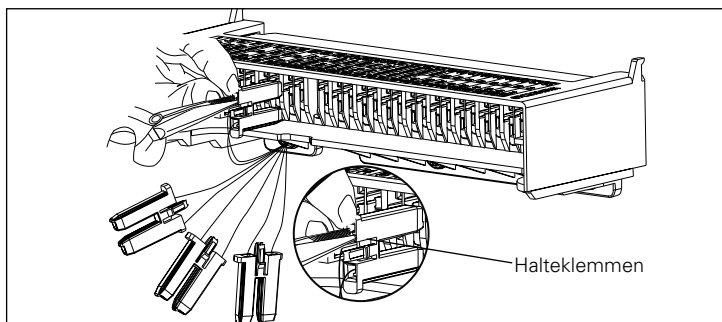

Abbildung 37. Entfernen eines Verbindungssteckers.
2. Die Verbindung zu den Steuerleitungsanschlüssen wird hergestellt, indem die Verbindungsstecker in einem Steuerleitungsanschlussblock eingesteckt werden. Ein verbundener Verbindungsstecker kann entfernt werden, indem zwei Halteklammern mit einer kleinen Zange zusammengedrückt werden und der Stecker herausgezogen wird (siehe Abbildung 37).
Schritt 5: Um einen Verbindungsstecker in einem Festeinbauschalter wieder zu entfernen, muss zuerst der Steuerleitungsanschlussblock entfernt werden. Um einen Steuerleitungsanschlussblock zu entfernen, heben Sie die Halteklemme an, ziehen Sie den Steuerleitungsanschlussblock nach vorne und heben Sie ihn heraus. Der Verbindungsstecker kann nun entfernt werden, indem Sie die zwei Halteklemmen mit einer kleinen Zange zusammendrücken und den Stecker herausziehen (siehe Abbildung 37).
Schritt 3: Um einen Verbindungsstecker zu entfernen drücken Sie die zwei Halteklemmen mit einer kleinen Zange zusammen und den ziehen Sie den Stecker heraus (siehe Abbildung 37).